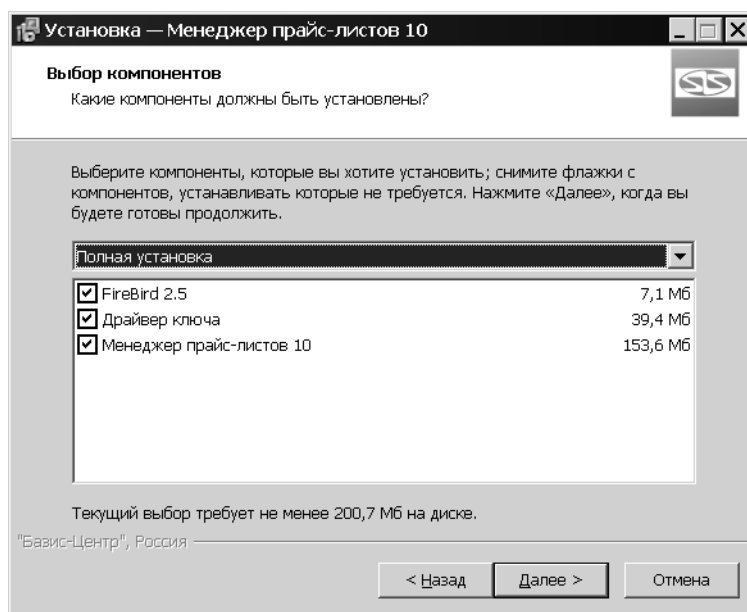

Рис. 1.3.
6. Выберите из раскрывающегося списка вариант установки и включите опции рядом с наименованиями модулей, которые необходимо установить (рис. 1.3).